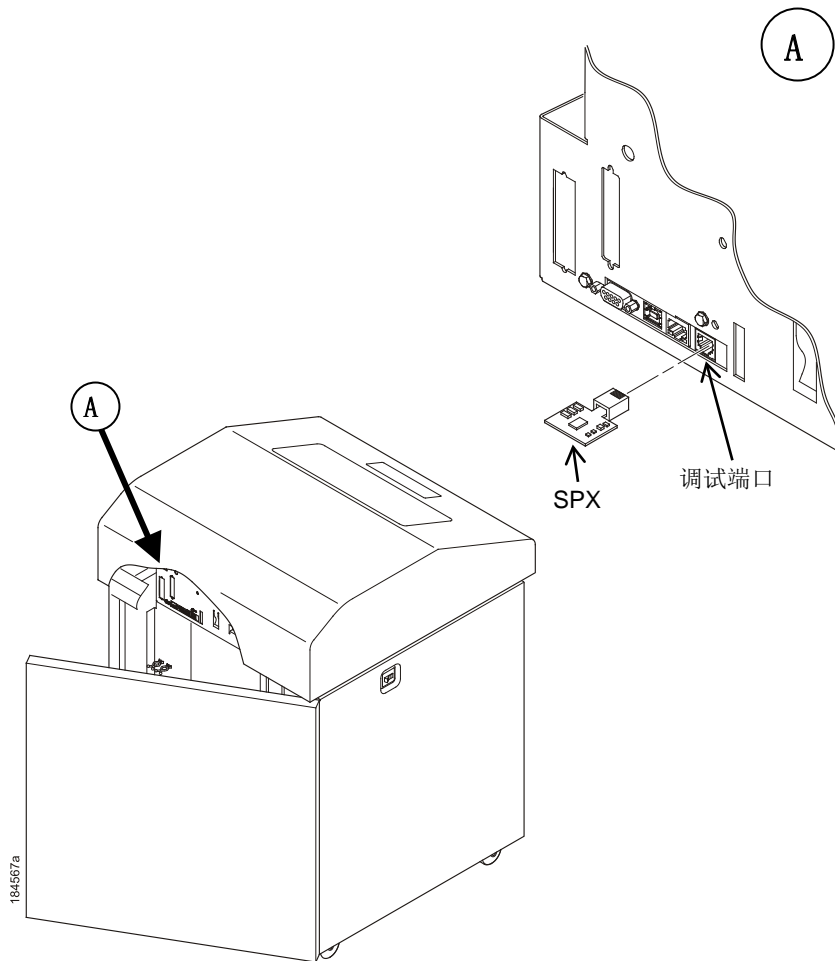

图24. 将SPX插入调试端口
2. 对于机柜打印机，打开后门。对于架式打印机，请参照图24将调试端口安装在打印机后方。